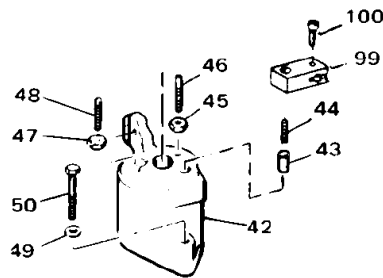

Figura 3-3. Vista despiezada del cilindro de ajuste de velocidad
4. Inicialmente, coloque el tornillo de tope de parada del pistón de ajuste de velocidad (48, Figura 3-3) de modo que se proyecte 1/2 pulgada por encima de la parte superior del cilindro de ajuste de velocidad.
Asegúrese de que el tornillo de ajuste de la válvula de limitación de velocidad máxima (44, Figura 3-3) del vástago del pistón no esté en contacto ni abriendo prematuramente la válvula de retención de limitación (43) de la parte superior del cilindro de ajuste de velocidad.
8. Ajuste la presión del control de aire en el valor máximo. Deje que se establezca la velocidad de la máquina motriz primaria. Gire el tornillo de ajuste de la válvula de limitación (44, Figura 3-3) en el sentido de las agujas del reloj hasta que la velocidad de la máquina motriz empiece a caer y, a continuación, gírelo en sentido contrario entre 1/4 y 1/2 de vuelta y bloquéelo en su posición. Así impedirá o limitará la sobrevelocidad accidental de la máquina motriz primaria si, por algún motivo, el pistón de ajuste de la velocidad se mueve más allá de su posición de velocidad alta.
10. Gire el tornillo de tope de parada de pistón (48, Figura 3-3) en el sentido de las agujas del reloj hasta que entre en contacto con la parte superior del pistón de ajuste de velocidad y, a continuación, gírelo en sentido contrario tres vueltas completas (3/32 pulgadas/2,4 mm) y bloquéelo en su posición.